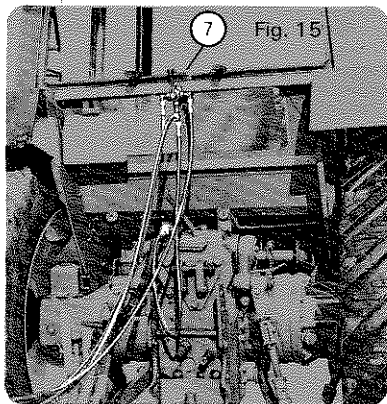
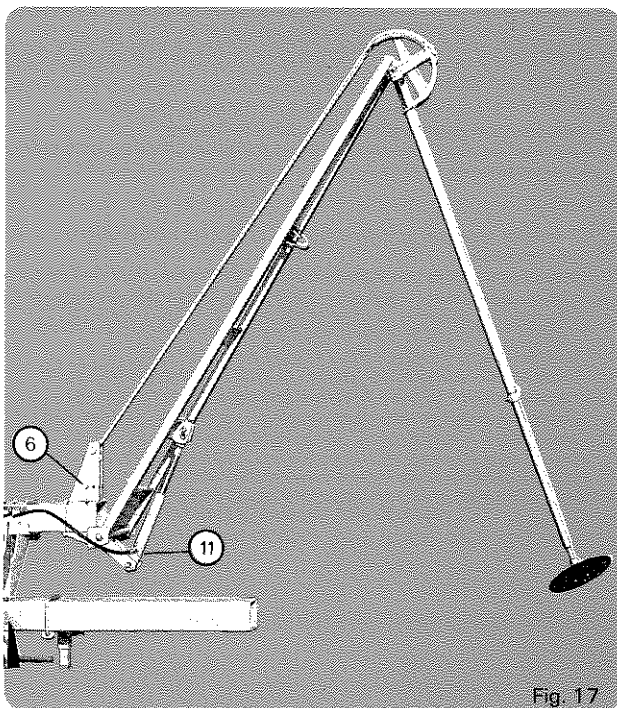

Fig. 15
Fig. 17
- Modèle hydraulique repliable pour châssis double barres 18 rangs (fig. 17).
- A noter le blocage en position transport par la bague ⑤ ou les broches ⑥.
- Procéder à un graissage général, atteler au tracteur et vérifier : le relevage du semoir - les diverses transmissions - l'efficacité des tendeurs, la rotation de leur galet - la manœuvre des rayonneurs par la vanne ⑦ (à brancher suivant fig. 15).
- Hydraulic folding model for double-bar 18 row frame (fig. 17).
- Proceed to overall lubrication, hitch the planter to the tractor and check : if planter lifts easily - the various transmissions - the efficiency of the chain tighteners and rotation of their rollers - operation of the row markers by the valve ⑦ (to be connected as per (fig. 15).
- Einklappbares Modell für hydraulische Betätigung für Doppelrahmen, 18-reihig (Abb. 17).
- Verriegelung in der Transportstellung erfolgt durch den Ring ⑤ oder Stifte ⑥.
- Vor Beginn der Arbeit ist die Sämaschine völlig abzuschmieren. An den Schlepper anbauen und das Ausheben der Sämaschine - die verschiedenen Antriebe - die Leistung der Spanner, die drehende Bewegung der Rollen - die Betätigung der Spuranzeiger durch das Ventil ⑦/Abreisskupplung je nach Abb. 15) überprüfen.
- Modello idraulico ripiegabile per telai doppia barra 18 file (fig. 17).
- Da notare il bloccaggio in posizione di trasporto attraverso l'anello ⑤ e lo spinotto ⑥.
- Procedere ad un grassaggio generale, attaccare al trattore e verificare: il sollevamento della seminatrice, le diverse trasmissioni, l'efficacia dei tenditori, la rotazione dei loro rulli, la manovra dei tracciatori tramite la valvola ⑦. (da innestare come in fig. 15).